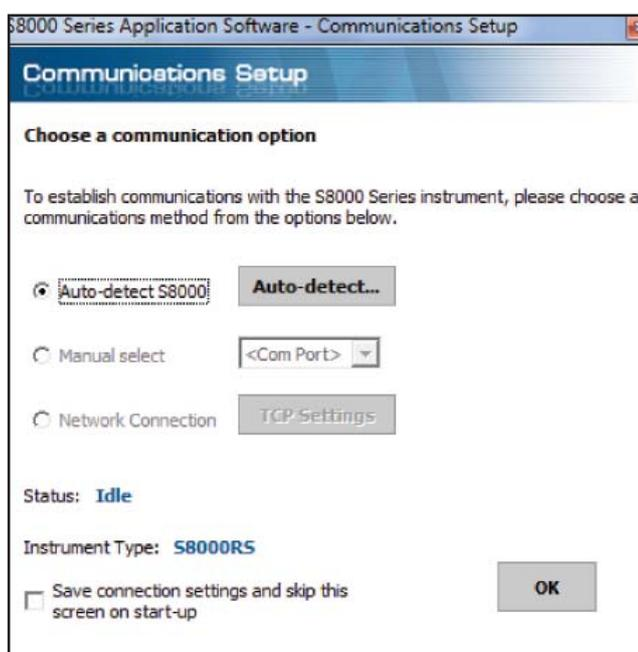

図 27 通信セットアップ画面
2. Windowsが測定器を認識して、自動的に関連ドライバをインストールします。ドライバのインストールが成功すると、Windowsデバイスマネージャが次のドライバを表示します(図27を参照)。Michell Instruments USB to UART Bridge Controller
手動 – 適切なCOMポートを、Windowsデバイスマネージャに表示される、ドロップダウンリストから選択します。(図27参照)。